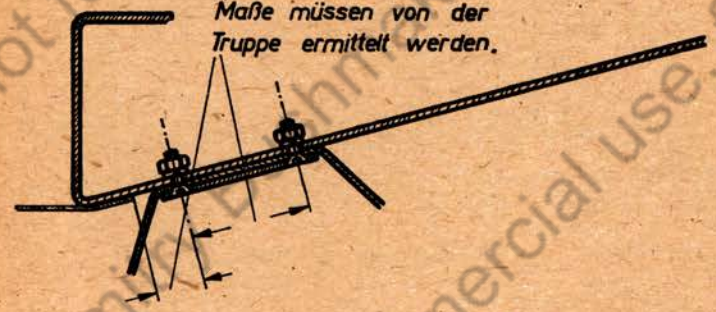

Bild 9 Befestigung des Halters der Lötlampe
- Bild 9 Befestigung des Halters der Lötlampe